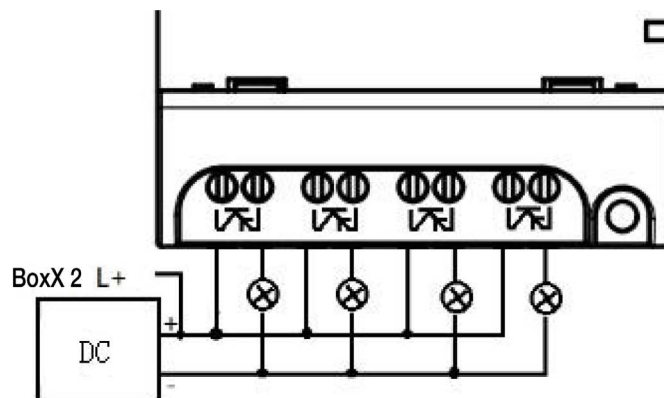

Abbildung 2.11 Transistorausgang (Typ GD)
4. Der Anschluss Typ GD ist in Abbildung 2.11 dargestellt: